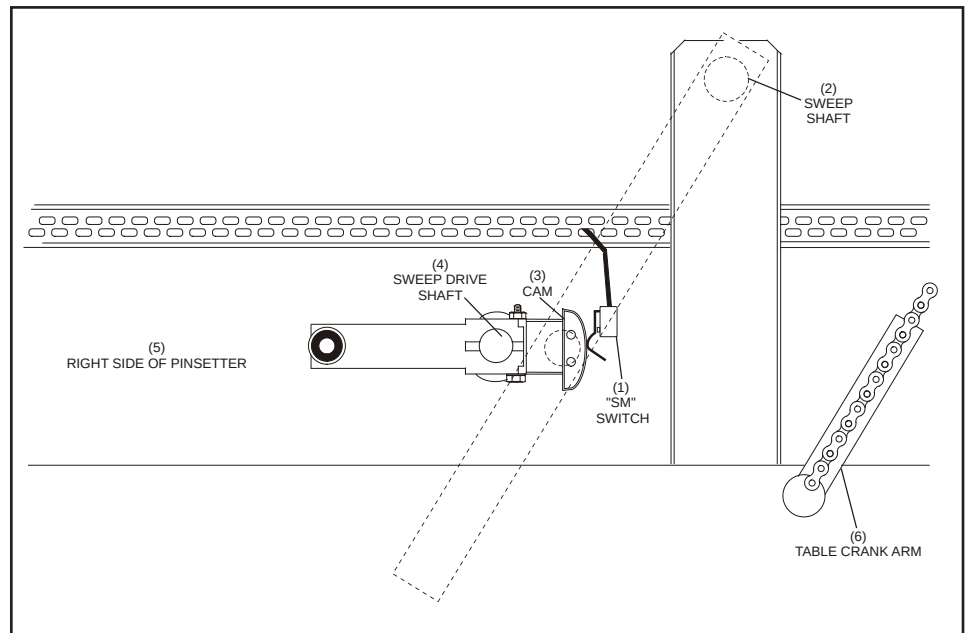

Abbildung 1-26. SM-Schalter geschlossen – Rechen vorne
Wenn sich der Rechen unten in der Schutzposition befindet, wird die Rechenwelle vom Rechenmotor im Uhrzeigersinn gedreht. Dadurch werden die Kurbelarme des Rechens gedreht und die Räumwagenwelle erst nach hinten und dann nach vorne gefahren. Die sechs am Rechen montierten Führungsrollen gewährleisten, dass der Rechen glatt und gerade im Räumweg rollt. Wenn die Nocke am rechten Kurbelarm den Rechenmotor-Schalter (SM) aktiviert, schaltet sich der Rechenmotor aus, und die innere Bremse rastet ein, sodass der Motor ohne Verzögerung zum Stillstand kommt. Dadurch kann der Rechen genau in der vordersten Position gestoppt werden. Siehe *Abbildung 1-26*.
- (1) SM-SCHALTER
- (2) RECHENWELLE
- (3) NOCKE
- (4) RECHENANTRIEBS-WELLE
- (5) RECHTE SEITE DES STELLAUTOMATEN
- (6) STELLTISCH-KURBELWELLE